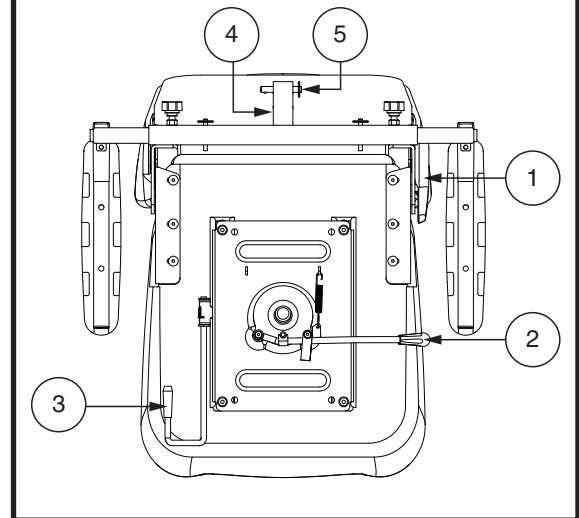

Figure 22. Réglage du siège – Style B
Si votre scooter est équipé d'un siège à dossier inclinable, vous pouvez changer l'inclinaison du dossier avec le levier de réglage du dossier. **Voir la figure 22.**
1. Déplacez le levier coulissant du siège (situé sur le côté inférieur gauche du siège) vers l'extérieur. **Voir la figure 22.**
Élevez ou abaissez l'inclinaison des accoudoirs en tournant la réglage sous l'accoudoir. **Voir la figure 22.**
Le support d'accessoire monté à l'arrière vous permet d'attacher un accessoire personnel comme un panier, support pour marchette ou réservoir d'oxygène à l'arrière de votre scooter. Utiliser la goupille de verrouillage afin de bien fixer votre article au support d'accessoire. **Voir la figure 22.** Consultez votre détaillant autorisé pour plus de détails.